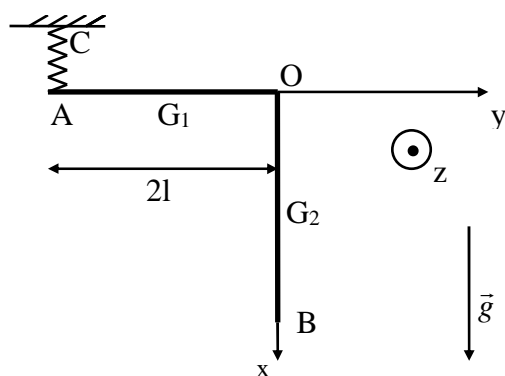
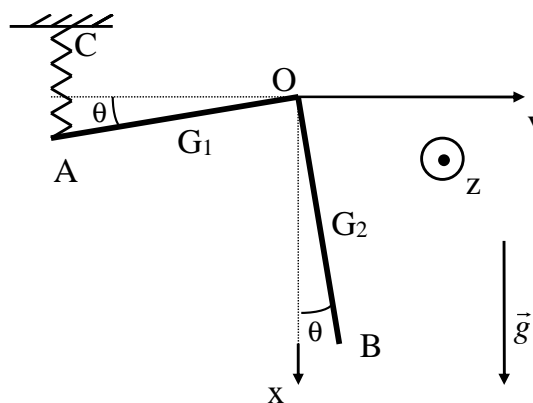

figure 1
figure 2
Un solide (S) est constitué de deux tiges homogènes rigidement liées l'une à l'autre, AO et OB, faisant entre elles un angle constant de  $90^\circ$  (figure 1). Chaque tige a pour masse  $m$  et pour longueur  $2l$ . (S) peut tourner autour d'un axe horizontal ( $\Delta$ ) passant par O (soit Oz) (figure 2).